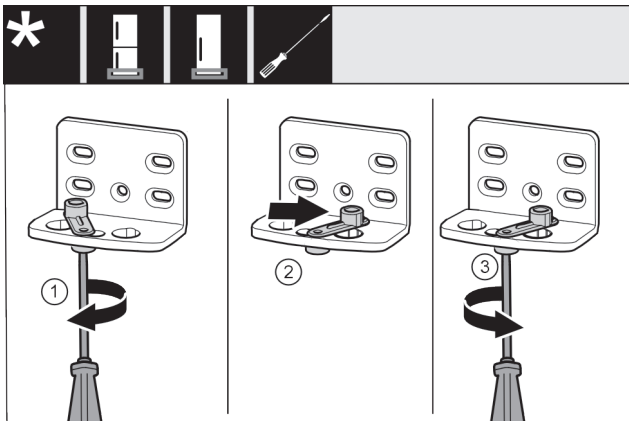

Fig. 28
- Lazán tekerje be a csavart Fig. 28 (1) csavarhúzóval.
- Emelje meg az ajtó záródását segítő egységet Fig. 28 (2), és 90°-kal jobbra forgatva tekerje be a furatba.
- Húzza meg a csavart Fig. 28 (3) csavarhúzóval.